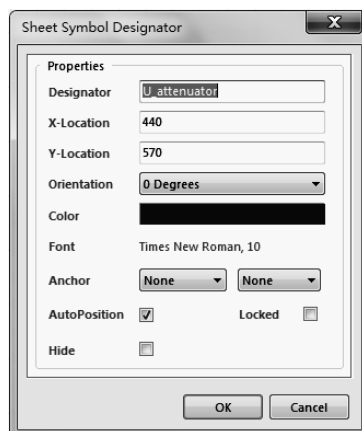

图 5-3-4 Sheet Symbol Designer 对话框
- (5) 双击模块上的“U_attenuator”，弹出如图 5-3-4 所示的对话框。